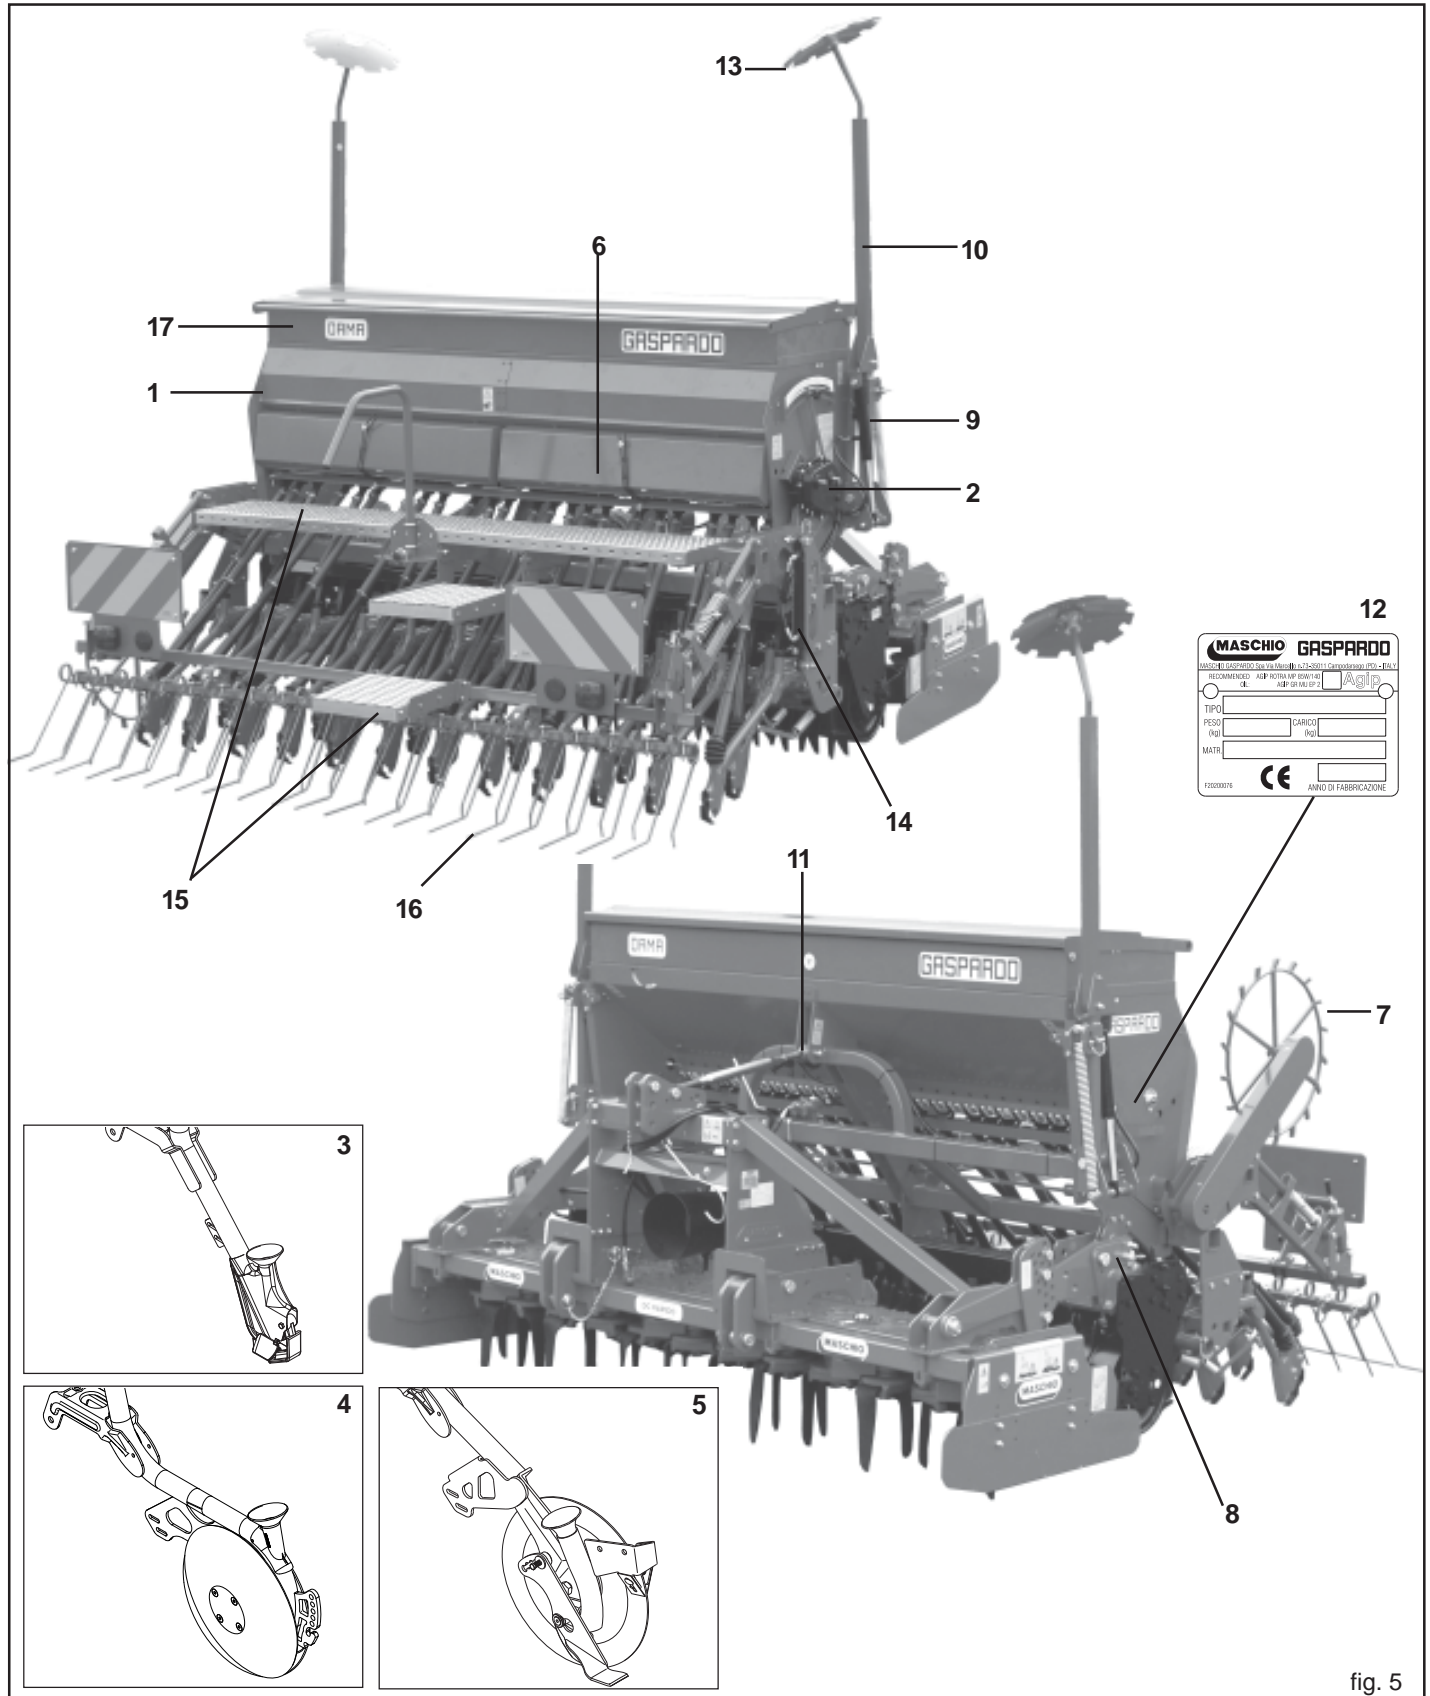

fig. 5
3.2 DISEGNO COMPLESSIVO (Fig. 5)